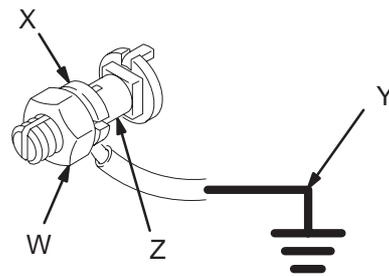

Fig. 2
- **Motor neumático:** Use un cable y una abrazadera de conexión a tierra tal como se indica en la Fig. 2. Afloje la tuerca de bloqueo (W) y la arandela (X) de conexión a tierra. Introduzca un extremo de un cable de conexión a tierra (Y) de un mínimo de 1,5 mm² en la ranura del terminal (Z) y apriete firmemente la tuerca de bloqueo. Conecte el otro extremo del cable a una tierra verdadera. Pida el cable y la abrazadera de conexión a tierra, ref. pieza 238909.